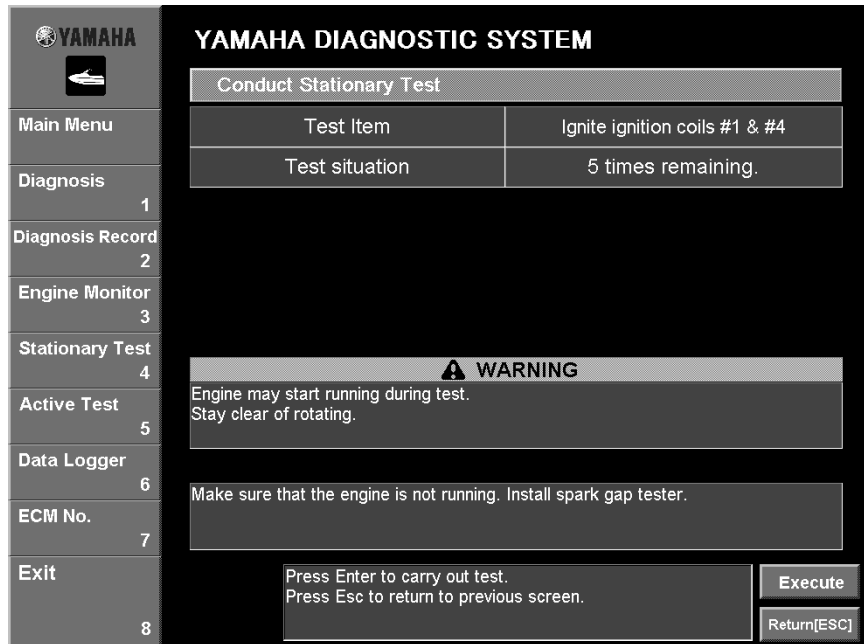

Fig. 42
5. Click the **Execute** button or press the Enter key on your keyboard. (Fig. 42)
5. Cliquer sur le bouton **Execute** ou appuyer sur la touche Entrée du clavier (Fig. 42).
5. Klicken sie auf **Execute** oder drücken Sie auf die "Enter"-Taste auf Ihrer Tastatur. (Abb. 42)
5. Haga clic en el botón **Execute** o pulse la tecla Intro en el teclado. (Fig. 42)